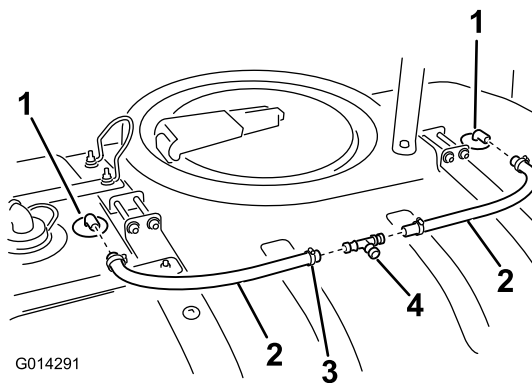

图21
2. 在每根软管两端安装一个软管夹（图21）。
3. 将软管安装在冲洗喷嘴的宝塔接头上（图21）。
2. 将三通接头安装在冲洗喷嘴软管的开口端，冲洗喷嘴软管之前已如（图21）所示安装完毕。